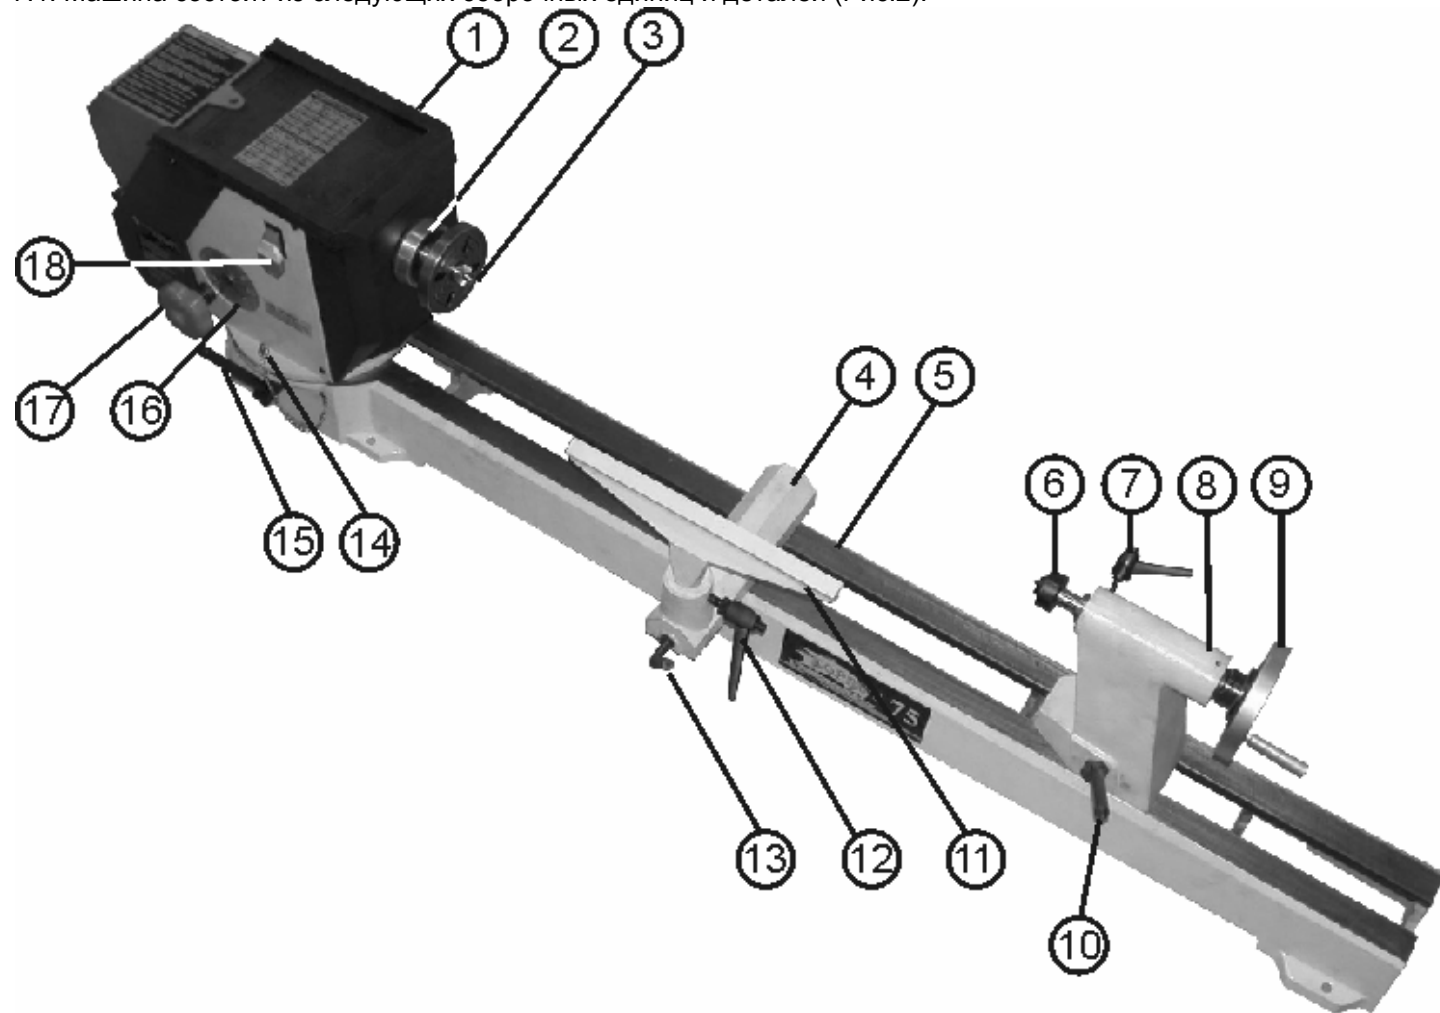

Рис.2
7.1. Машина состоит из следующих сборочных единиц и деталей (Рис.2):